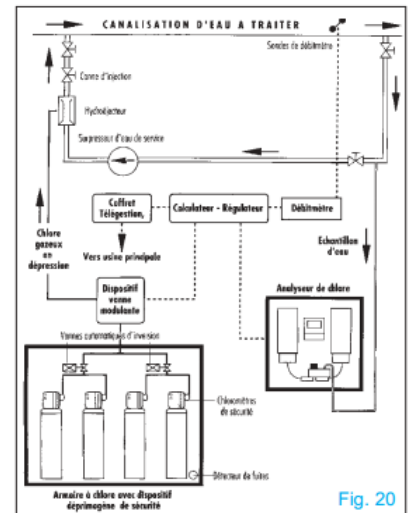

Fig. 20
- deux fonctionnent avec l'électricité, l'un simple et économique : **le chariot mobile** de chloration transportable en voiture ; l'autre entièrement automatique : la **cabine mobile** de rechloration (fig. 20) ;